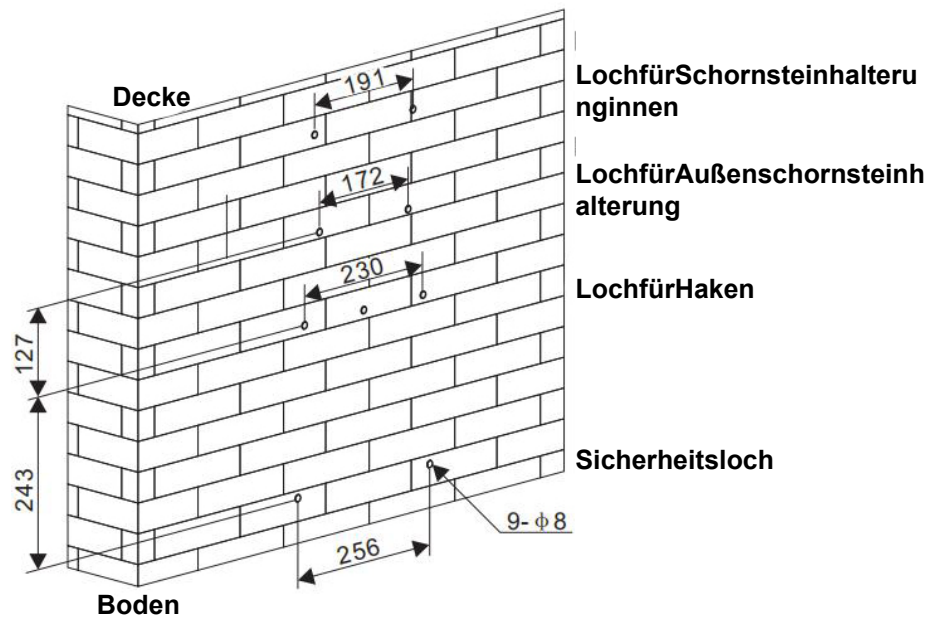

Abb. 2
3. Nachdem Sie die Einbauhöhe der Dunstabzugshaube überprüft haben, bohren Sie 9  $\phi 8$  Löcher für den Haken, die Innenschornsteinhalterung, die Außenschornsteinhalterung und die Sicherheitslöcher, und setzen Sie dann Dübel in die Löcher ein. Siehe Abb. 2 und 3. Befestigen Sie den Haken und die innere Schornsteinhalterung mit Schrauben  $St4^*40mm$  an der Wand. Siehe Abb. 4.